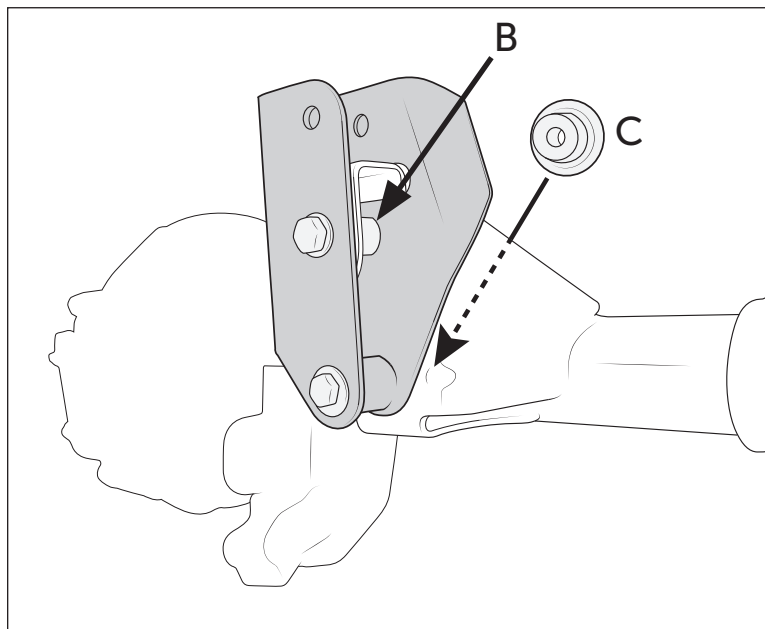

Abbildung 6
- B. Installiere den Panhardstabbock wie gezeigt. (Abb. 6).
D. Setze die Ausrichtungsscheibe in die Rückseite der serienmäßigen Halterung (Seite zeigt zur Fahrzeugvorderseite) und durch das untere Rohr am Panhardstab ein. Ein gewisser Widerstand ist normal, um die Ausrichtungsscheibe vollständig einzusetzen. Installiere die Schraube M12x90mm und die Unterlegscheibe von der Außenseite der Halterung durch die Ausrichtungsscheibe und bringe die Flanschmutter an. (Abb. 6-C) Möglicherweise muss die Mutter festgezogen werden, damit die Ausrichtungsscheibe vollständig sitzt.